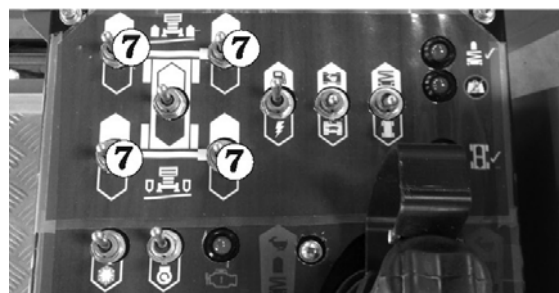

Fig. 8.15
2. Tryck stödbensbrytarna framåt och håll kvar tills alla stödbenen är helt uppdragna (se Fig. 8.15).